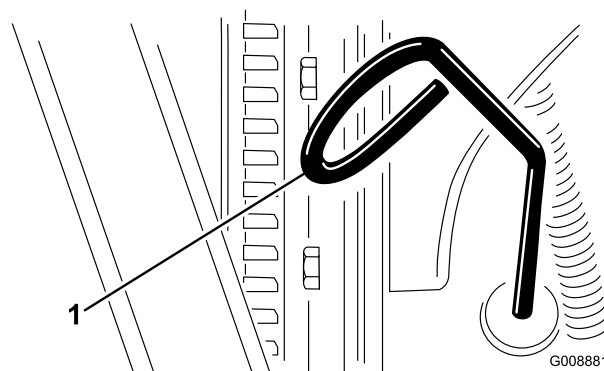

Figura 17
2. Retire a vareta (Figura 17) e limpe-a com um pano limpo .